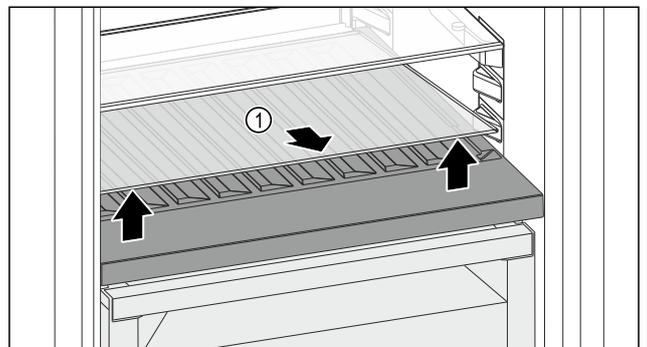

Fig. 142
- ▶ Soulever la plaque de verre Fig. 142 (1) au niveau de l'évidement avant et la retirer.
- ▶ Entreposer la plaque de verre Fig. 142 (1) dans un endroit sûr hors de l'appareil.